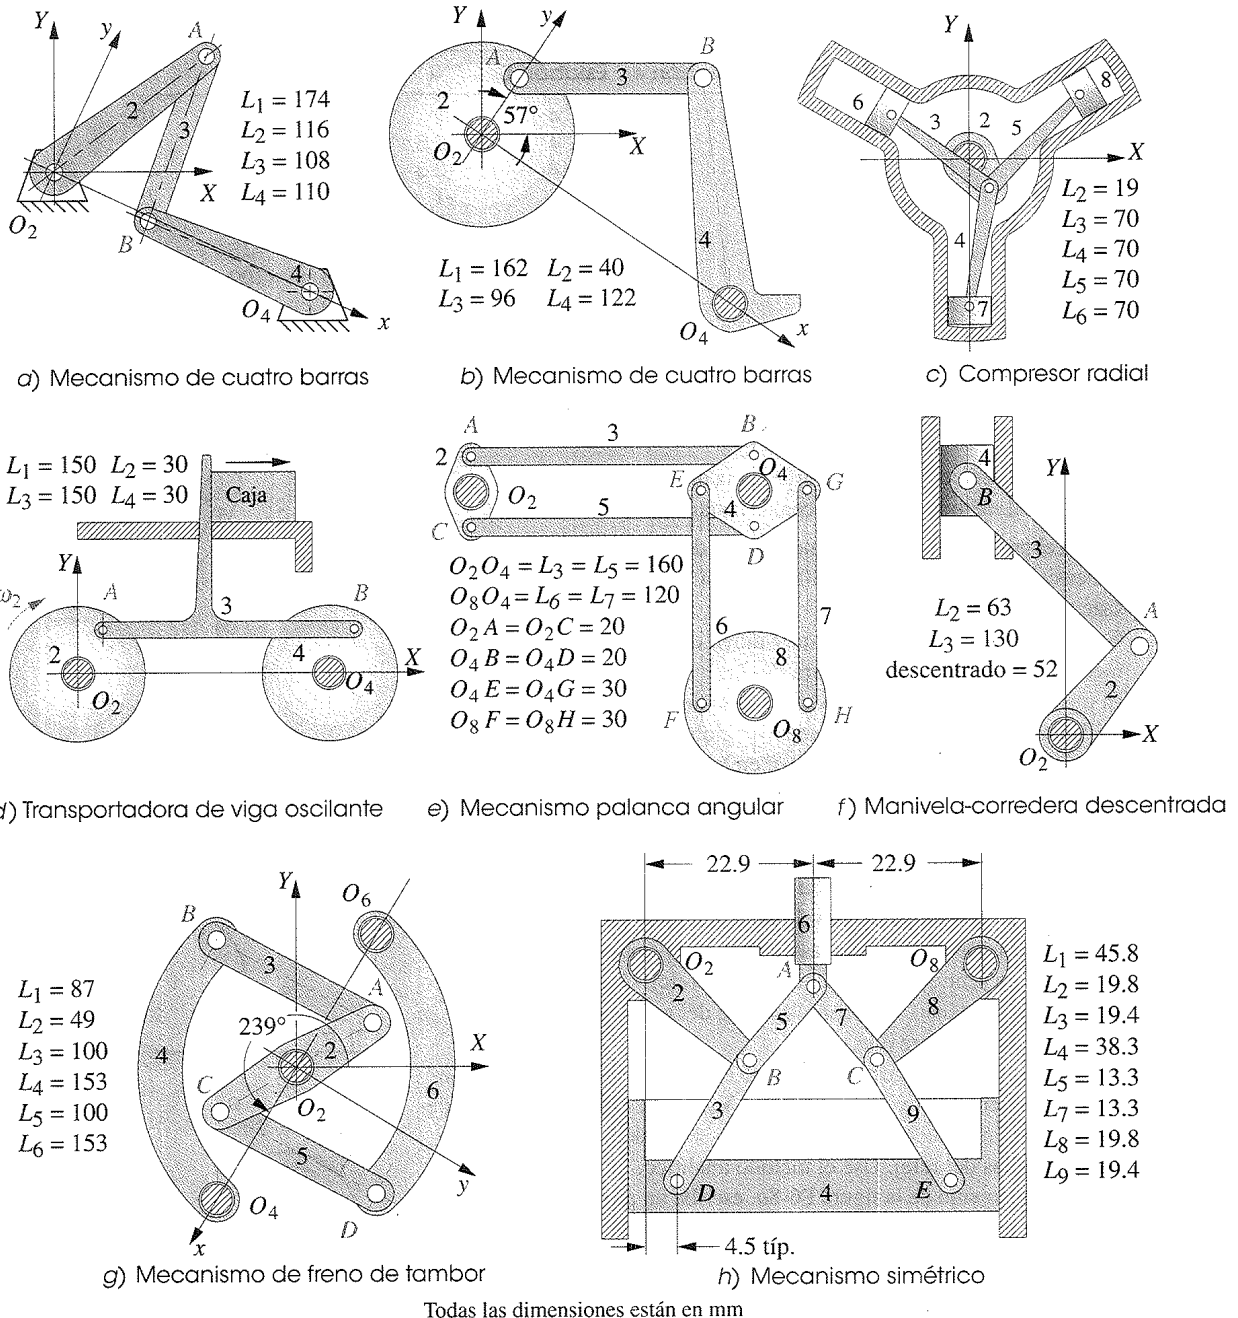

FIGURA P6-8 Problemas 6-15 y 6-24 a 6-45 Adaptado de P.H. Hill y W.P. Rule (1960). *Mechanisms: Analysis and Design*, con permiso
- 6-15 Encuentre todos los centros instantáneos de los mecanismos mostrados en la figura P6-8 (p. 224).